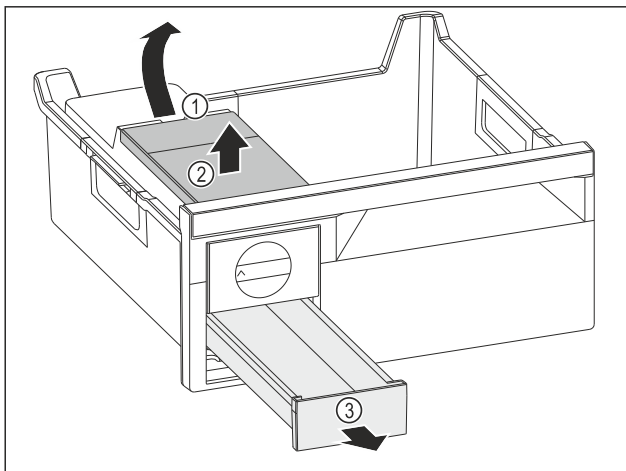

Fig. 143
- Watertank wegnemen: Watertank bij de uitsparing Fig. 143 (1) optillen.
- Watertank Fig. 143 (2) naar boven toe wegnemen.
- IJsblokjesvak Fig. 143 (3) naar voren toe wegnemen.